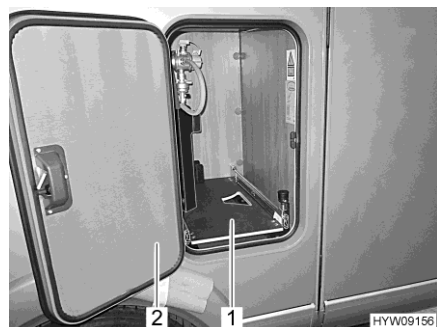

Fig. 129 Base estraibile del vano portabombole
- Aprire lo sportello (Fig. 129,2) del vano portabombole.
- Estrarre la base estraibile del vano portabombole (Fig. 129,1), fino a innestare nuovamente il pomello. La base estraibile del vano portabombole è ora bloccata in questa posizione.